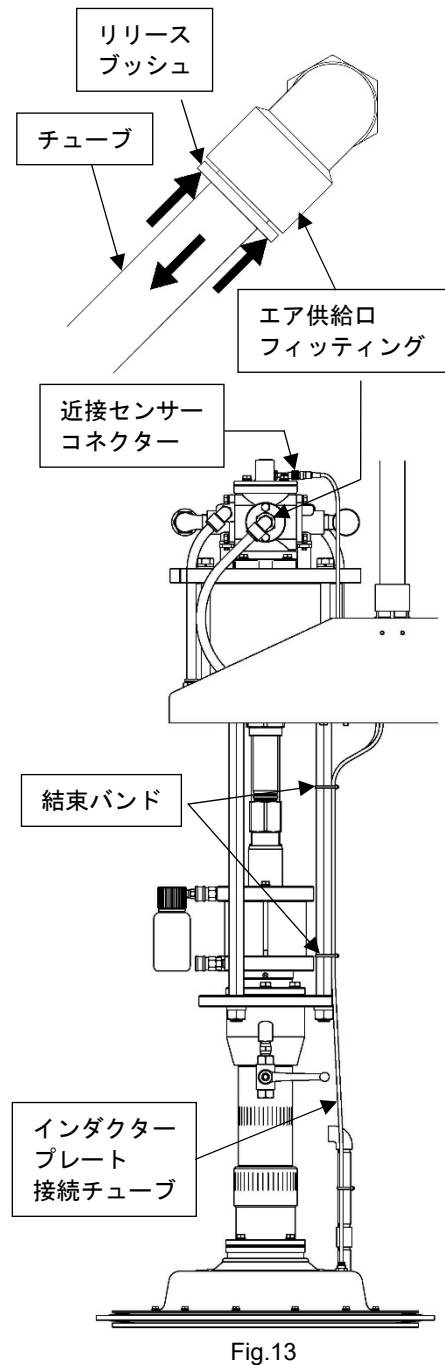

Fig.13
- 4) ポンプ頭頂部にある近接センサーのコネクターネジを緩め、コードを取外してください。（Fig.13）
- 5) ポンプのエア供給口に接続されているチューブをフィッティングから引抜いてください。（Fig.13）
- 6) インダクタープレートに接続されているチューブ2本を抜き、ポンプの3本スタッドに留められている結束バンド2か所からもチューブを抜いてください。（Fig.13）